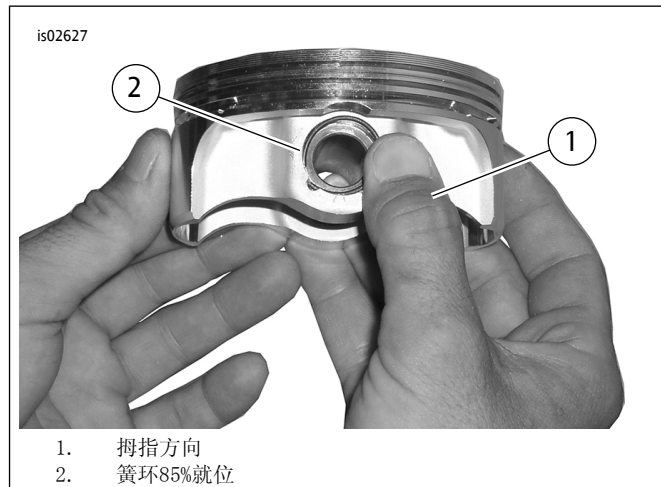

图4。安装簧环
2. 参见图4。按照图示定位您的拇指(1)，用力按压，直至大约85%的簧环(2)在槽中就位。